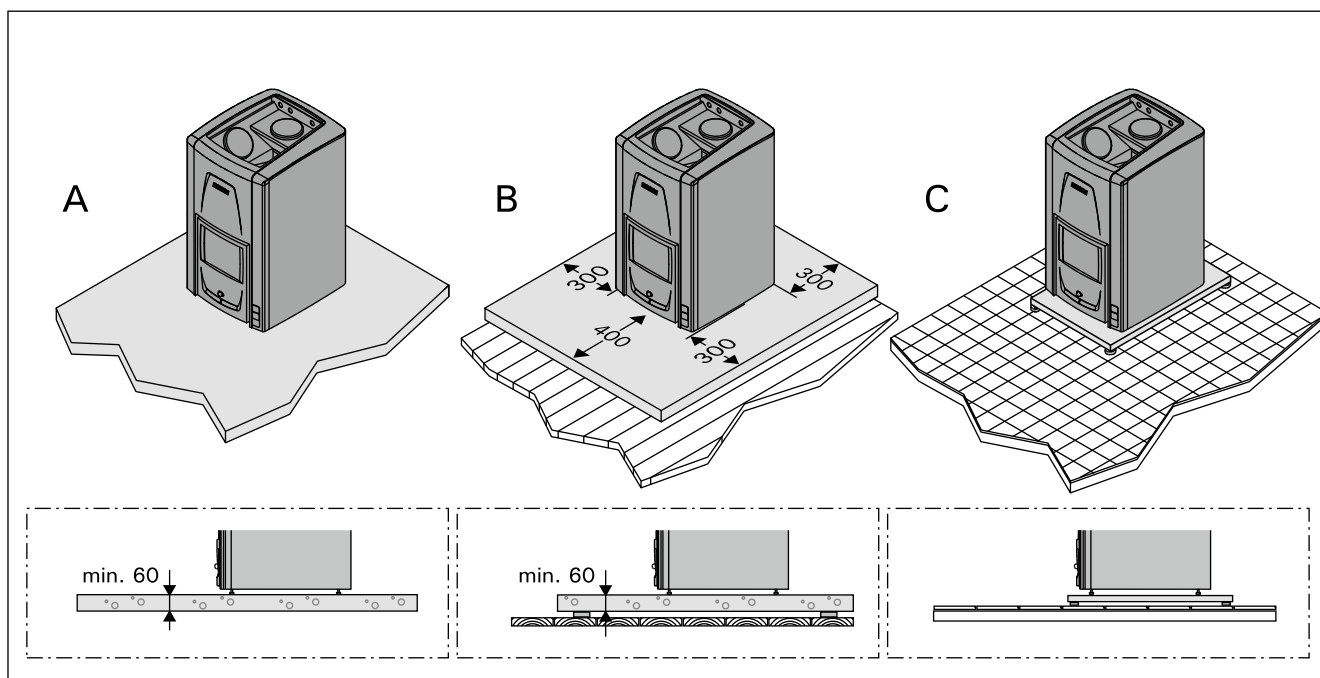

Рисунок 3. Защита пола (все размеры приведены в миллиметрах)
3.1.1. Защита пола (рисунок 3)